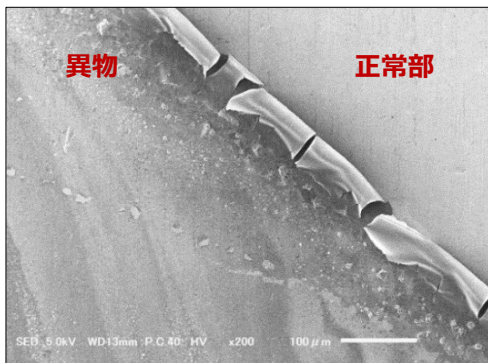
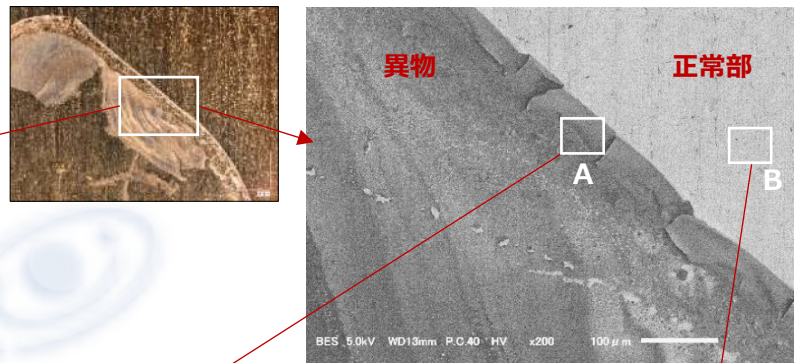

Fig.2 二次電子組成像
Fig.3 反射電子組成像
■ 走査電子顕微鏡(SEM)で異物を観察すると、二次電子像では異物の縁の部分がカールして盛り上がり、少し浮いている様子が見て取れます(Fig.2)。一方、反射電子像では、原子番号の小さい元素は大きい元素に比べて暗く写し出されるため、パイプ材質のCu(銅)よりも原子番号の低い元素で構成される物質であることが推測されます(Fig.3)。